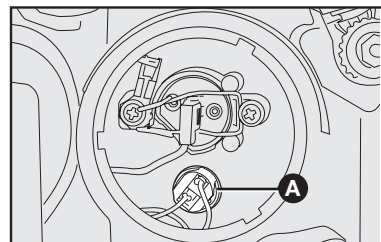

fig. 38
- 2) tirar del portalámpara **A-fig. 38** para quitarlo de su alojamiento;